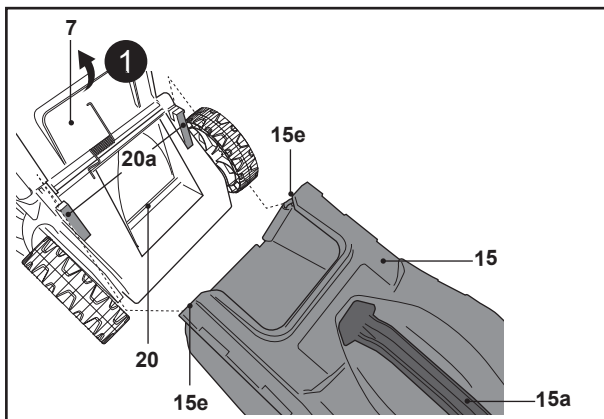

Fig. 7
4. Ouvrir le déflecteur arrière (7) et le maintenir ouvert (Fig. 7, étape 1).
5. Transporter le bac de ramassage (15) par sa poignée de transport (15a).
6. Aligner les deux crochets du bac de ramassage (15e) sur les encoches (20a) et y accrocher le bac de ramassage (15) (Fig. 7, étape 2).
7. Relâcher ensuite avec précaution le déflecteur arrière (7).